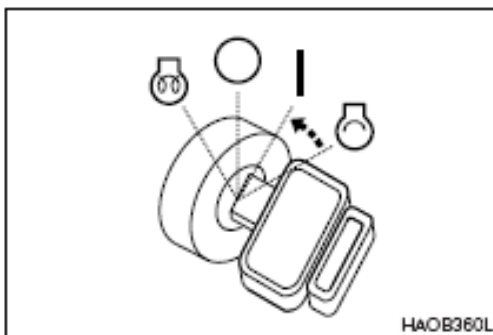

Figura 5
5. Cuando el motor haya arrancado, suelte la llave. La llave regresará a la posición "I" (Figura 5).